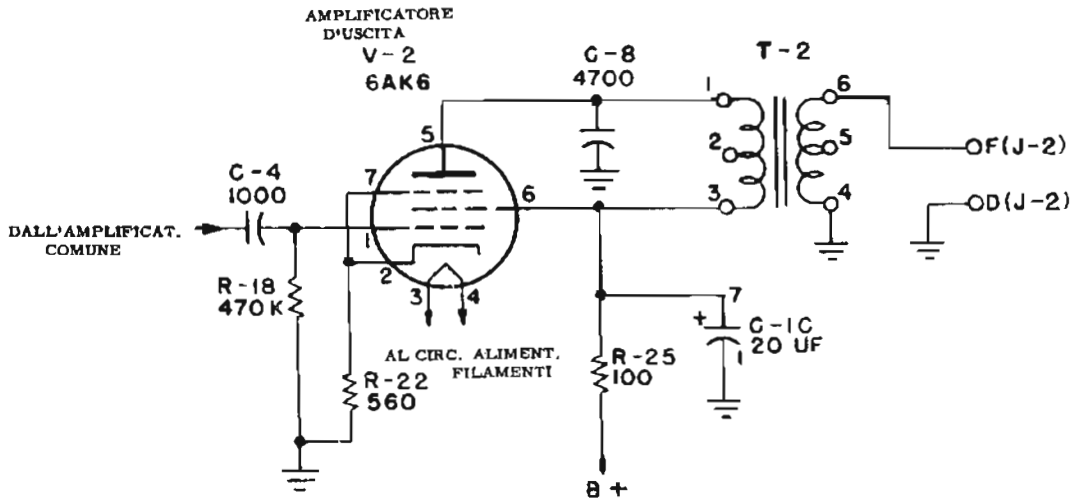

Fig. 8 - Circuiti del canale App. 1 + Interf.
13. Canale Apparato 1 + Interfono (fig. 8)